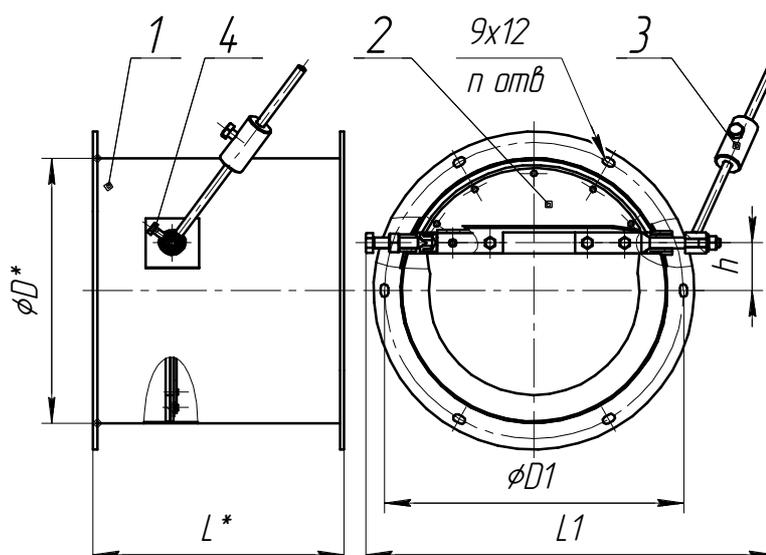

Рисунок 1 - Клапан обратный взрывозащищенный АЗЕ 100, АЗЕ 101.
2.1 Габаритные и присоединительные размеры клапанов приведены в таблице 1, 2, 3, рисунок 1, 2, 3.
4.1 Клапан обратный круглого (АЗЕ 100.000 ÷ АЗЕ 101.000) сечения состоит из следующих основных узлов: (рисунок 1): корпуса (поз.1), полотна (поз.2), рычага (поз.3), болта (поз.4).